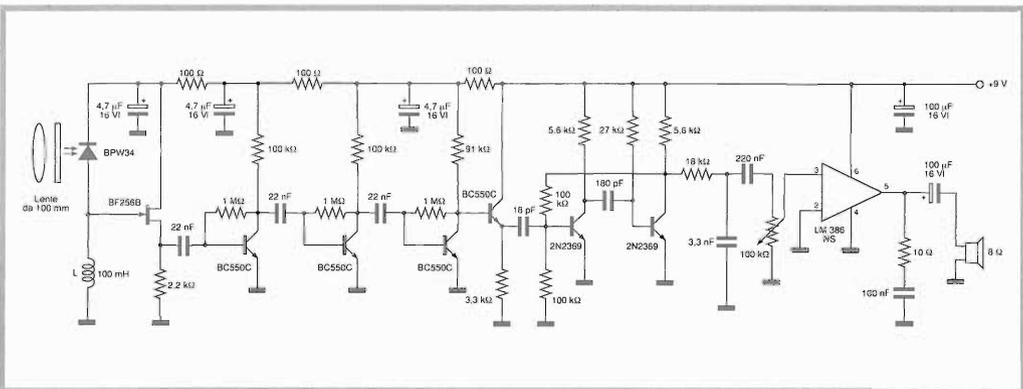

Figura 6.10. Ricevitore a infrarossi in modulazione di frequenza.
cuito di collettore si trova il LED a infrarossi THSA5503 (o equivalente). Lo schema del ricevitore è riportato in Figura 6.10. Il segnale a infrarossi viene ricevuto per mezzo del fotodiiodo (FD) BPW34. La bobina L, connessa tra il gate del FET d'ingresso e massa, rende insensibile il circuito verso l'influsso della luce ambiente. La catena degli amplificatori a transistor che segue, spoglia il segnale da eventuali componenti parassiti dovuti alla presenza della stessa luce ambiente e, nello stesso tempo fornisce una energica amplificazione del segnale. L'ultimo BC550C della catena è montato come inseguitore di tensione ed ha il compito di adattare l'impedenza per i due 2N2369 che seguono. Attraverso l'integratore formato dal resistore da 18 kΩ e dal condensatore da 3,3 nF, il segnale viene poi posto ai capi del regolatore di volume da 100 kΩ e quindi all'ingresso dello stadio finale realizzato attorno all'LM386 il quale lo amplifica in potenza e lo rende in altoparlante.